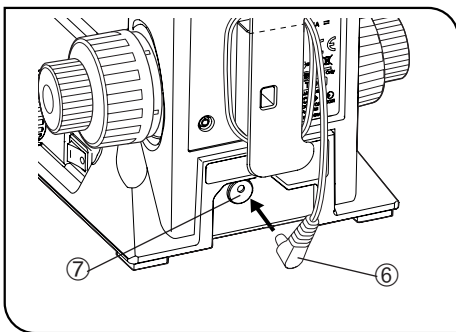

Рис. 27
4. Вставьте соединитель ⑥ адаптера переменного тока в разъем ⑦ микроскопа (рис. 27).